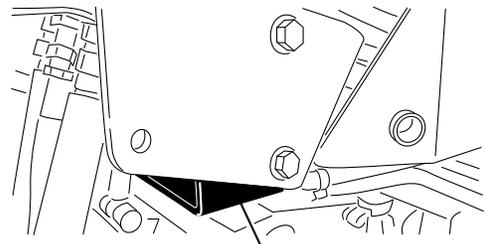

図 34
- ・ 右側（ジャッキパッド部分）と、ROPS（横転保護バー）のサポートブラケットの近く（図 34）。